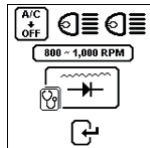

Fig.53
10. Continuez à partir des tests précédents (Fig. 50, 51 ou 52) ; le testeur va automatiquement tester les diodes comme ceci (Fig.53).